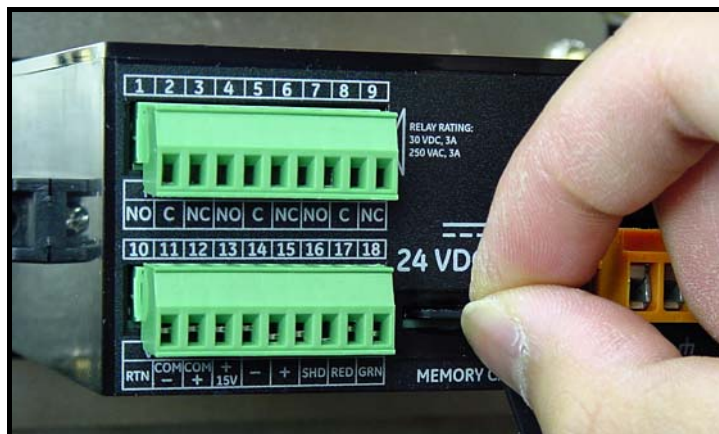

図 51 : マイクロ SD カードを取り出す
3. マイクロ SD カードが一部外に出たら、それを **dew.IQ** の筐体から引き出します（下の図 51 を参照）。